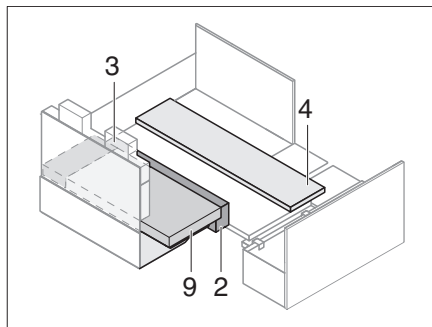

Bild 218 Positionera extradynor
- Positionera extradynor (Bild 218). Avståndet följer av de inlagda dynorna.
- Lägg in sittdynor och sitsbreddningar. Lägg ryggdyna (Bild 218,9) på extradynorna.